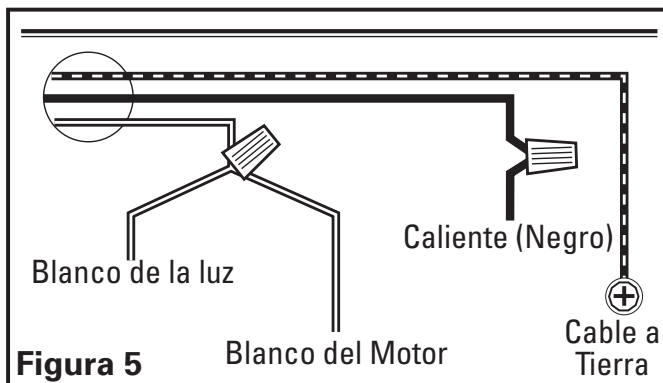

Figura 5
- Conecte los 2 cables Blancos sueltos de la campana de extracción al cable Blanco del suministro, y el cable Negro suelto de la campana de extracción con el cable Negro del suministro. Conecte el cable a tierra (verde o descubierto) del suministro con el tornillo verde a tierra de la campana. Use métodos aprobados para todas las conexiones (**Figura 5**).